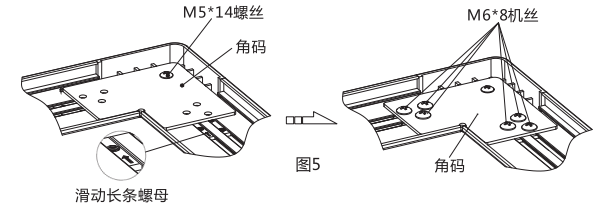

图5
- 用M5*14自攻螺丝，将角码锁在塑料护角上，然后滑动长条螺母使螺丝孔对齐并锁上M6*8机丝（见图5）。